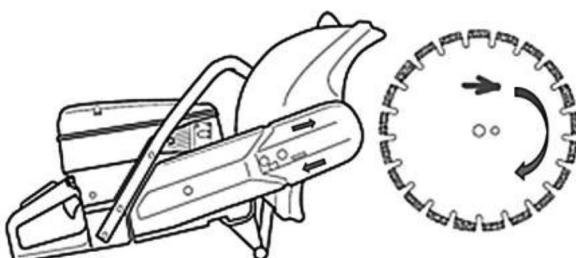

Рис. 5
3. Проверьте направление вращения диска. Убедитесь, что диск будет вращаться в направлении, указанном стрелкой на диске. Направление вращения показано стрелками на кожухе режущего узла бензореза и полотне диска (Рис. 5). Определите, какой стороной требуется установить диск на бензорез, чтобы направление вращения шпинделя и диска совпадали (Рис. 5).
#### Проверка направления вращения диска (Рис. 5)